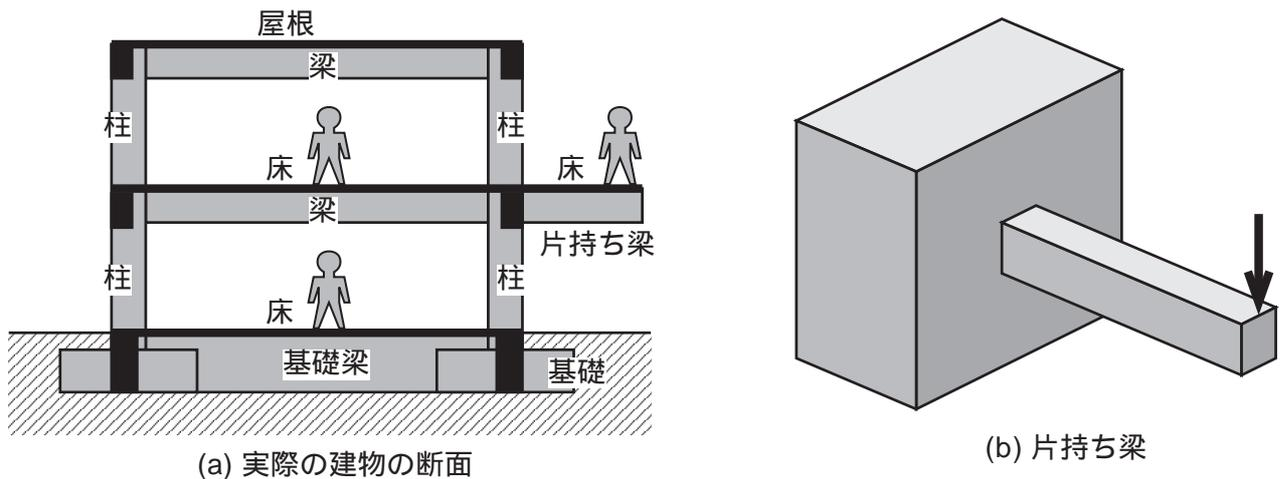

図 2.1.1 片持ち梁
(1) 第1章では、ドームや橋など大規模な構造物に用いられるトラス構造について学んだ。第2章からは、住宅、オフィスビルなど普通の建物で用いられる「梁」について学ぶ。梁とは、図2.1.1(a)のように、屋根や床を支える水平材である。特に、ベランダを支える梁のように、建物から突き出した梁を「片持ち梁」という。実際の片持ち梁ではそれを支える柱も多少たわむが、ここでは図2.1.1(b)のように頑丈な壁の中に埋め込まれた片持ち梁をイメージすることにする。本章では、このような梁がどのように曲がるのか、そして、どのくらいの強度があるかといった問題について考える。